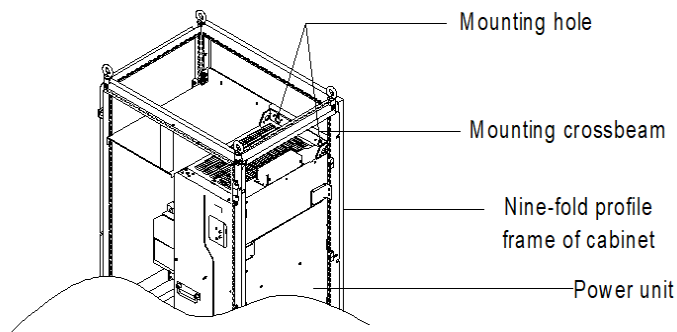

Рис. 4-10 3D вид шкафа для моделей GD270 280–500 кВт 46
- ✧ Для монтажа в шкафу см. схему расположения шкафа на рис. 4-10. Размеры рамы шкафа составляют 2200\*800\*600 (единица измерения: мм, включая верхнюю крышку вентиляции шкафа H200). Чтобы закрепить крепление в шкафу, необходимо установить основание шкафа H100.44 Воздушная перегородка должна быть установлена в верхней части шкафа, чтобы предотвратить циркуляцию горячего воздуха на выходе ПЧ GD270 внутри шкафа. Уплотнительная губка 40X40 должна использоваться в положении, соответствующем воздушной перегородке на панели передней дверцы, что предотвращает короткое замыкание воздуховода. Кроме того, в нижней части дверцы шкафа должны быть выполнены отверстия для впуска воздуха.
- (2) Когда вам нужно смонтировать GD270 280–500 кВт в шкаф с девятикратным профилем глубиной 600 мм необходимо согнуть монтажную перекладину внутрь (показано на рис. 4-10), чтобы использовать пространство стойки, которое не является необходимым для установки в стандартный шкаф или шкаф глубиной 800 мм. 46